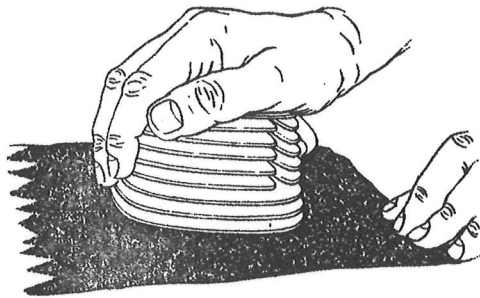

fig. 15
- alvorens de cilinder te monteren, het dichtingsvlak voor de cilinderkop opzuiveren met behulp van een vel fijn schuurlinnen op een vlakplaat of dik stuk spiegelglas (fig. 15)